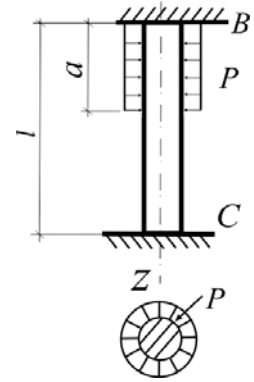

Рис. 2.19
**2.19.** Торцевые сечения *B* и *C* круглого прямого стержня длиной *l* жестко зашпемлены. На участке длиной *a* стержень нагружен равномерно распределенным по поверхности давлением интенсивностью *p*. Определить нормальные напряжения в поперечном сечении стержня, если жесткость сечения *EA* (рис.2.19).